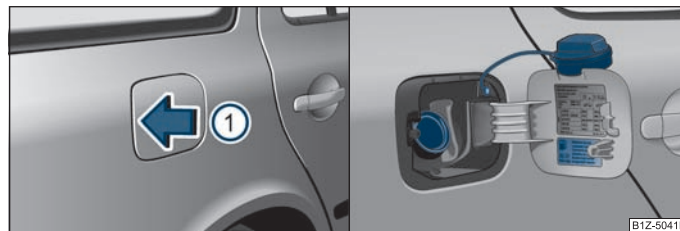

Fig. 160 Partea dreaptă spate a autovehiculului: Deschiderea clapetei rezervorului/Clapeta rezervorului cu capacul deschis
Autovehiculul dumneavoastră poate funcționa numai cu **benzină fără plumb**, care corespunde standardului **EN 228**, (în Germania și **DIN 51626 - 1**, respectiv **E10** pentru benzina fără plumb cu cifra octanică **95 COZ** și **91 COZ** sau **DIN 51626 - 2**, respectiv **E5** pentru benzina fără plumb cu cifra octanică **98**). Informația referitoare la COR-ul de care are nevoie motorul dumneavoastră se găsește pe partea interioară a clapetei rezervorului ⇒ pagina 183, fig. 160 - dreapta.
- Apăsați în centrul zonei din stânga a clapetei rezervorului în sensul indicat de săgeata ① ⇒ fig. 160.
⇒ pagina 183, fig. 160 - dreapta.